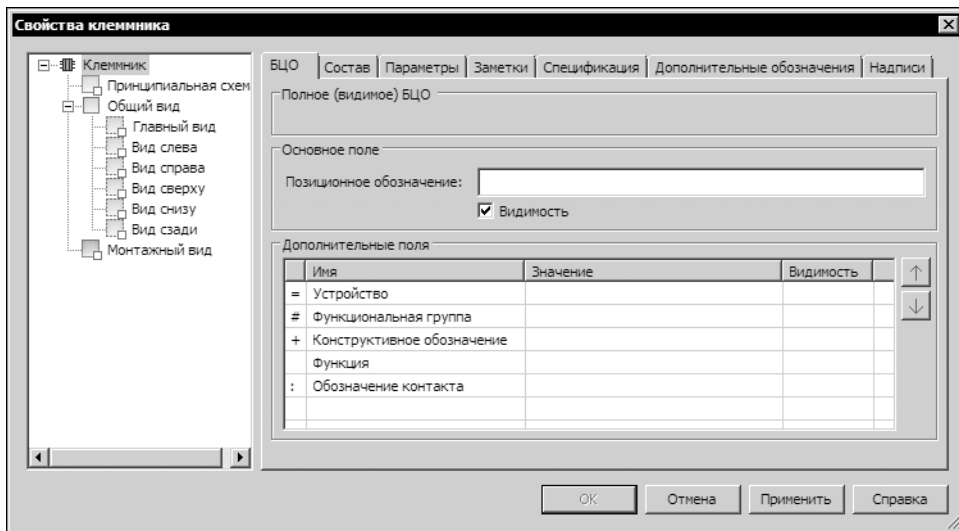

Рис. 21.15. Диалог свойств клеммника
На экране появится диалог **Свойства клеммника** (рис. 21.15).
3. Сначала необходимо ввести буквенно-цифровое обозначение (БЦО) клеммника. Его ввод осуществляется в диалоге свойств на уровне **Клеммник** во вкладке **БЦО** (см. рис. 21.15, табл. 21.19 на с. 337).
На этом уровне в диалоге свойств (рис. 21.15) можно определить состав клеммника, задать или отредактировать параметры, посмотреть и отредактировать общие свойства клеммника.